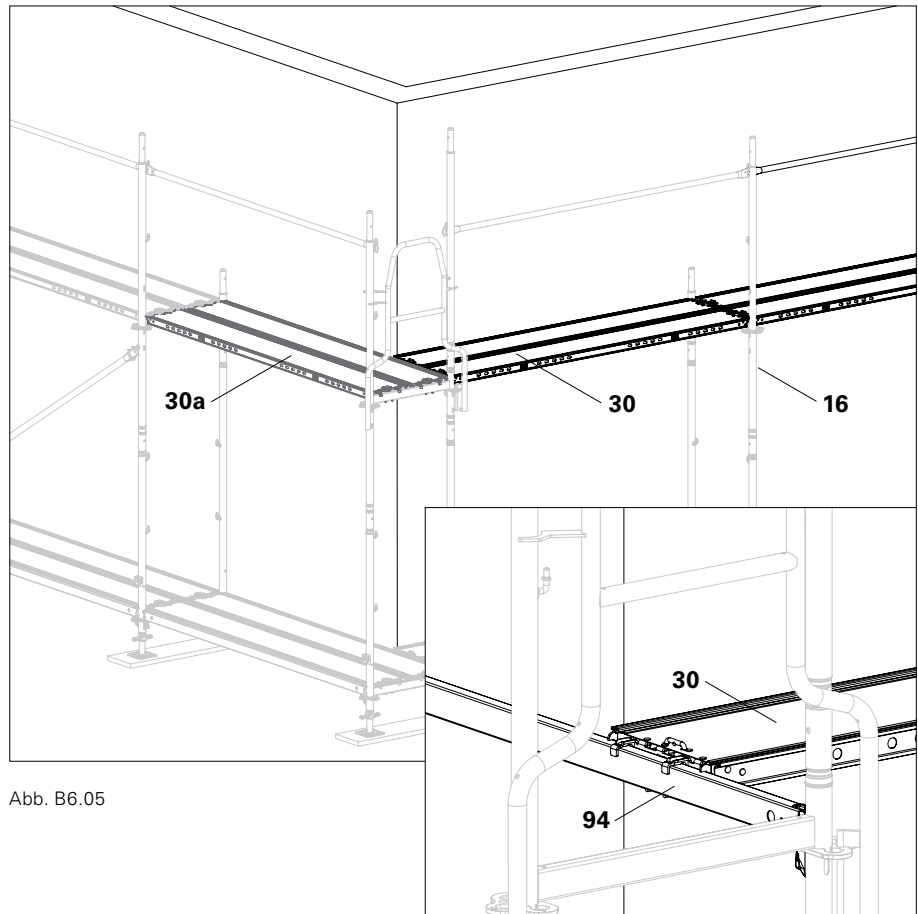

Abb. B6.05
3. Zuerst Beläge (30) in anstoßendes Gerüstfeld einhängen.
4. Alle anderen Beläge (30a) einhängen. (Abb. B6.05)